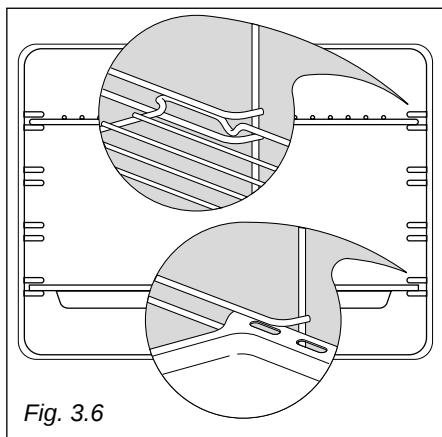

Fig. 3.6
- Faire coulisser la lèchefrite et la grille sur les glissières fig. 3.6.
Introduire la grille de façon que l'arrêt de sécurité regarde l'intérieur du four fig. 3.6.